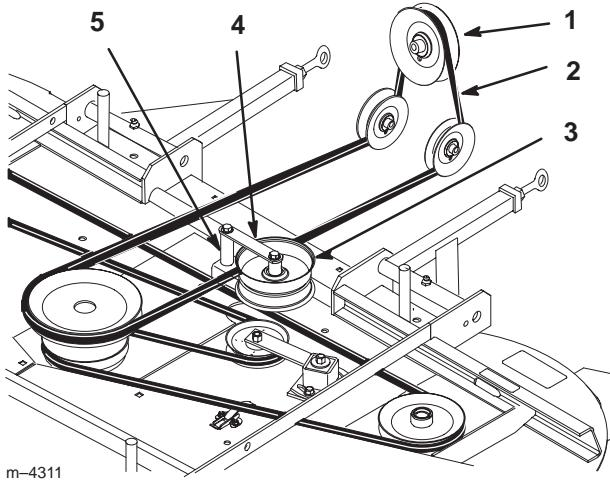

Figure 68
- Déposez la courroie d'entraînement de PDF de l'embrayage, des poulies de tension arrière et de la poulie centrale supérieure du plateau de coupe (Fig. 68).
- Retirez le boulon, l'écrou, la rondelle et l'entretoise de l'ensemble support de poulie de tension. Retirez la courroie de l'ensemble support (Fig. 68).
- Placez la courroie dans l'ensemble support de poulie de tension. Remettez le boulon, l'écrou, la rondelle et l'entretoise dans l'ensemble (Fig. 68).